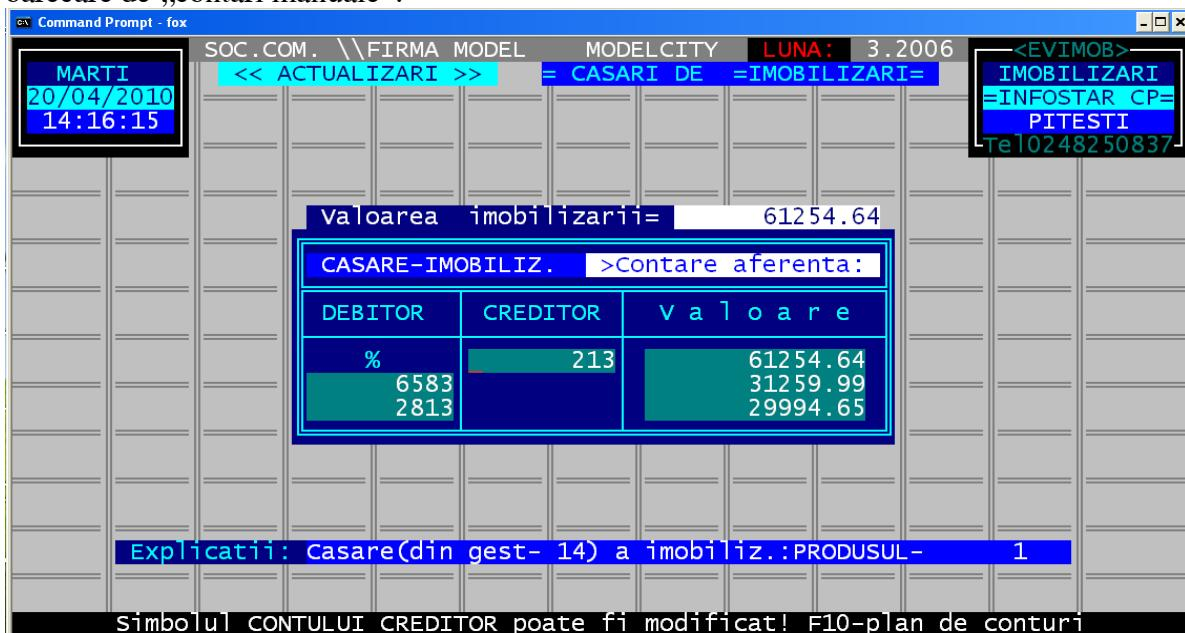

Fig. 31
- 3) Se precizează poziția documentului și numărul notei și se trece la încărcarea înregistrărilor contabile. Sunt realizate două tipuri de **contări automate** (vezi fig.31), parcurgându-se în